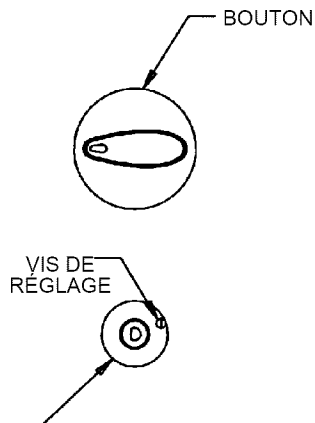

FIGURE 12
C. RÉGLAGE DE LA FLAMME À FEU DOUX (Voir figure 12)
3. Repérer la vis de réglage du bouton de commande. **Au besoin aligner avec précaution le trou dans la couverture du commutateur avec la vis de réglage.** Voir la figure 12.
Au besoin aligner avec précaution le trou dans la couverture du commutateur avec la vis de réglage. Voir la figure 12.